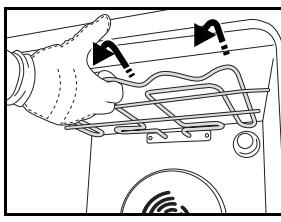
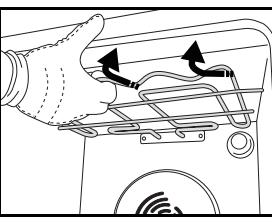

Fig. 6
Fig. 7
2. Puxe a resistência ligeiramente para fora (Fig. 6) e rebaixe-a (Fig. 7).